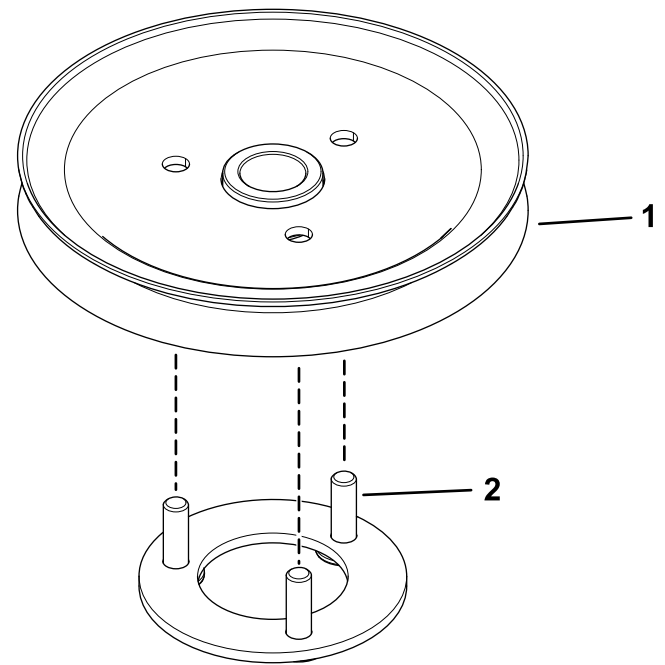

Figura 8
2. Inserte los espárragos de montaje de la placa de la polea en los taladros de la roldana (Figura 8).